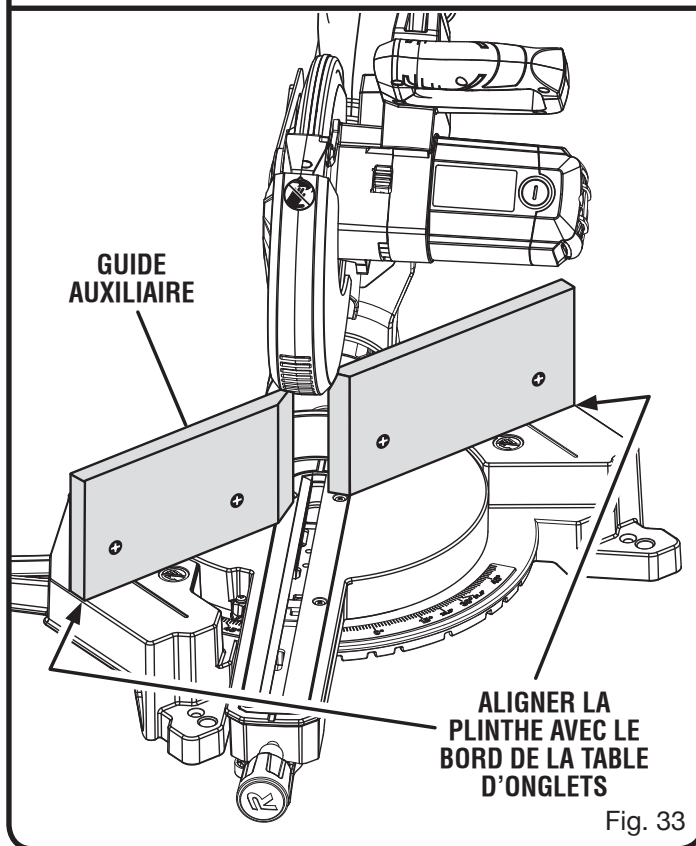

Fig. 33
Voir la figure 33.
- Assembler et fixer le guide auxiliaire comme montré à la figure 33.